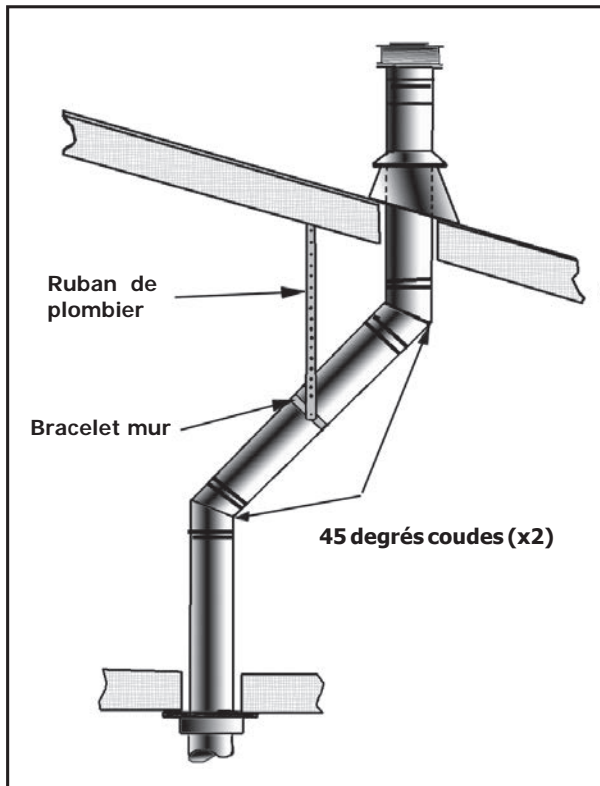
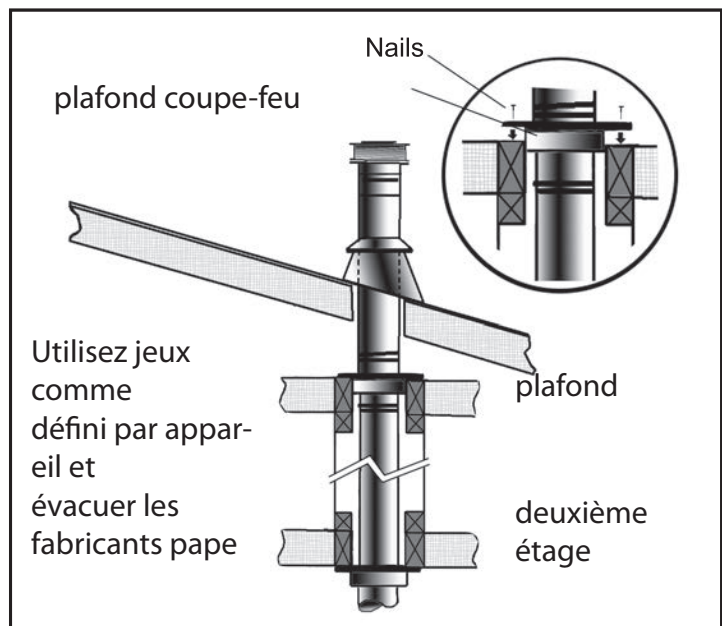

Figure 41: L'utilisation des sangles murales.
Figure 42: Installation des conduits à plusieurs étages
- (1) Si vous devez déplacer le système d'évacuation dans le grenier pour éviter les obstacles, il est important de supporter le conduit à chaque 3 pi (914 mm) pour éviter du stress sur les coudes, ou la possibilité de séparation des joints. Des sangles de mur sont disponible à cette fin (voir la figure 41).
- (2) Quand possible, utilisez des coudes de 45° au lieu de ceux de 90°. Les coudes de 45° causent moins de restriction au flux de gaz et d'air.
- (3) Pour des installations à plusieurs étages, il vous faut un coupe-feu au plafond du deuxième étage, et à toute étage subséquente (voir la figure 42). L'ouverture doit être encadrée à des dimensions de 10 po (254 mm) x 10 po (254 mm), de la même manière que démontré dans la figure 34.
- (4) Toutes les zones occupées par-dessus le rez-de-chaussée, incluant les placards et les armoires de stockage, où passe le conduit vertical, doivent être enfermés. Le boîtier peut être encadré avec des matériaux de construction standards, mais consultez les directives d'installation du fabricant de l'appareil pour les dégagements entre l'extérieur du conduit et les surfaces combustibles du boîtier. Ne pas remplir les espaces d'air avec de l'isolation thermique.